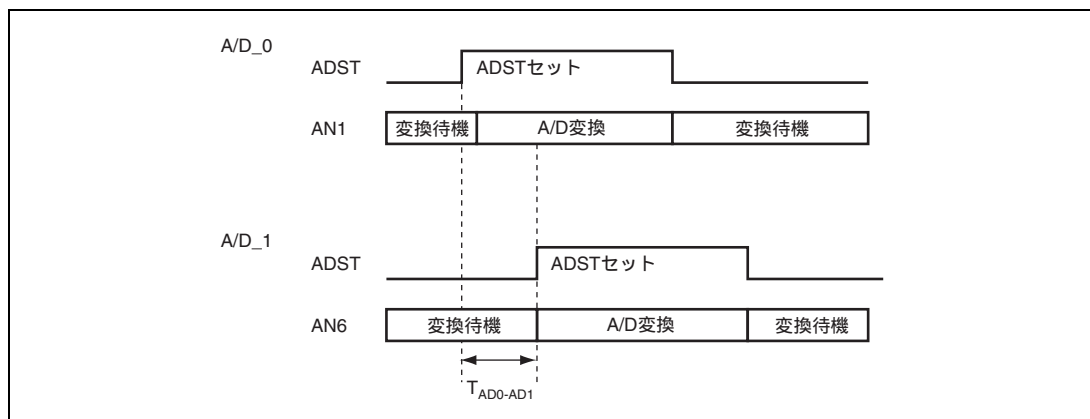
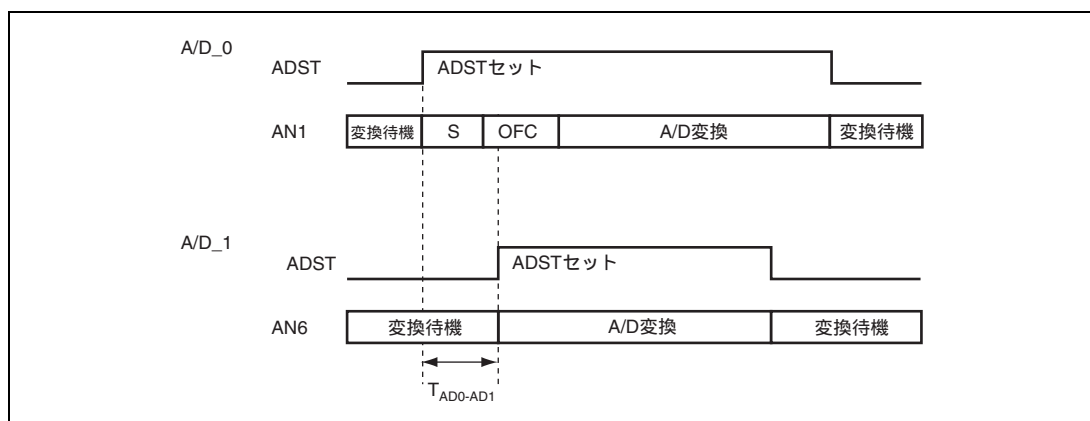

図 20.15 A/D_0 変換器と A/D_1 変換器の A/D 変換開始タイミングの関係 (A/D_0、A/D_1 とともにサンプルホールド回路無効、オフセットキャンセル回路無効)
図 20.16 A/D_0 変換器と A/D_1 変換器の A/D 変換開始タイミングの関係 (A/D_0 サンプルホールド回路有効、オフセットキャンセル回路有効、A/D_1 オフセットキャンセル回路無効)
SH7243、SH7285 には 2 つ、SH7286 には 3 つの A/D モジュールがあります。2 つ以上の A/D モジュールを同時もしくは図 20.15 と図 20.16 に示すように、最初の A/D モジュール変換中に次の A/D モジュールが変換を開始した場合、最初に起動された A/D 変換モジュールの起動開始と次に起動した A/D 変換モジュールの起動開始の差（図 20.15、図 20.16 の $T_{AD0-AD1}$ ）によって、最初に起動した A/D 変換モジュールの保証される絶対精度は、表 20.8、表 20.9 のようになります。2 個以上の A/D モジュールを同時に使用する場合は、十分な評価を実施してください。
表 20.8 図 20.15 の場合の A/D_0 と A/D_1 の A/D 変換開始のサイクル差 $T_{AD0-AD1}$ (A) と絶対精度
表 20.9 図 20.16 の場合の A/D_0 と A/D_1 の A/D 変換開始のサイクル差 $T_{AD0-AD1}$ (A) と絶対精度